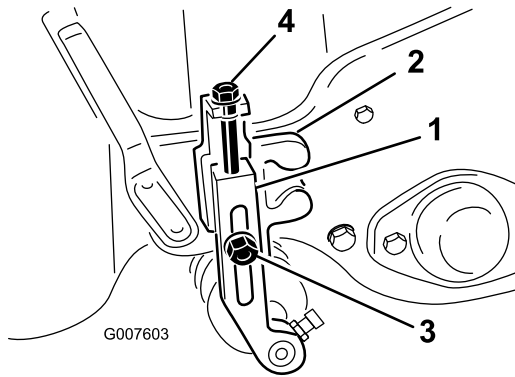

図 48
2. 刈り高アームを刈り高ブラケットに固定しているロックナットをゆるめる 図 48。